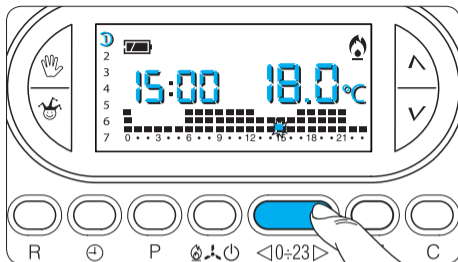

Fig. 54
15.3- Premere il pulsante $\langle 0 \div 23 \rangle$ (fig. 54).